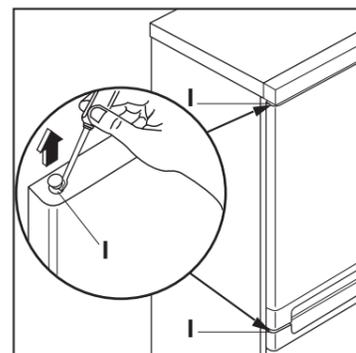

Abb.4
- Abdeckungen (I) abnehmen und an der gegenüberliegenden Seite montieren (Abb.4).
- Unteres Scharnier (1) auf gegenüberliegende Türseite montieren.